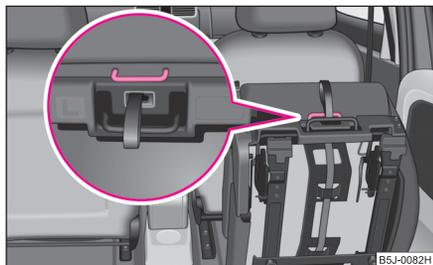

Fig. 55 Asa en la banqueta
- Retirar el asiento mediante la asa en la banqueta ⇒ fig. 55.